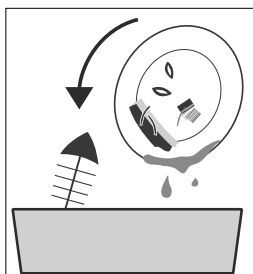

Abb. 25
- ▶ Entfernen Sie größere Speisereste vom Geschirr und weichen Sie eingetrocknete Speisereste (wie beispielweise eingetrocknetes Ei oder Spinat) ein (siehe **Abb. 25**). Es ist jedoch nicht notwendig, das Geschirr vor dem Spülgang unter fließendem Wasser abzuspülen. Das Vorspülen von Geschirr führt zu einem erhöhten Wasser- und Energieverbrauch und wird nicht empfohlen.
- ▶ Räumen Sie große Geschirrtteile in den Geschirrkorb (8).